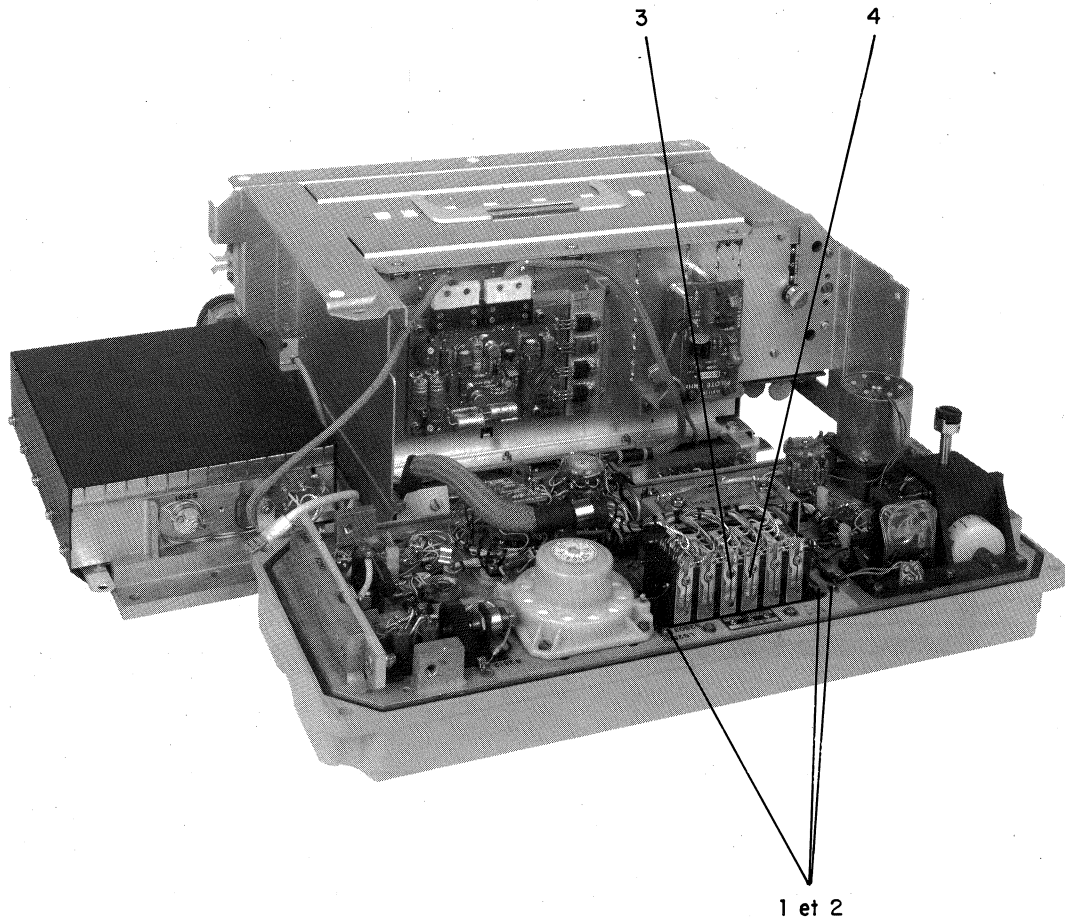

Fig. 3 - Panneau avant ouvert
- 3.2.1 - Dessouder les fils d'arrivée sur les 2 bandes conductrices de l'un des 6 petits circuits imprimés, servant de support à l'ampoule à déposer (Fig. 3 - Rep. 3).
- 3.2.2 - Dévisser à l'aide du tournevis cruciforme la vis de fixation de ce circuit (Fig. 3 - Rep. 4).